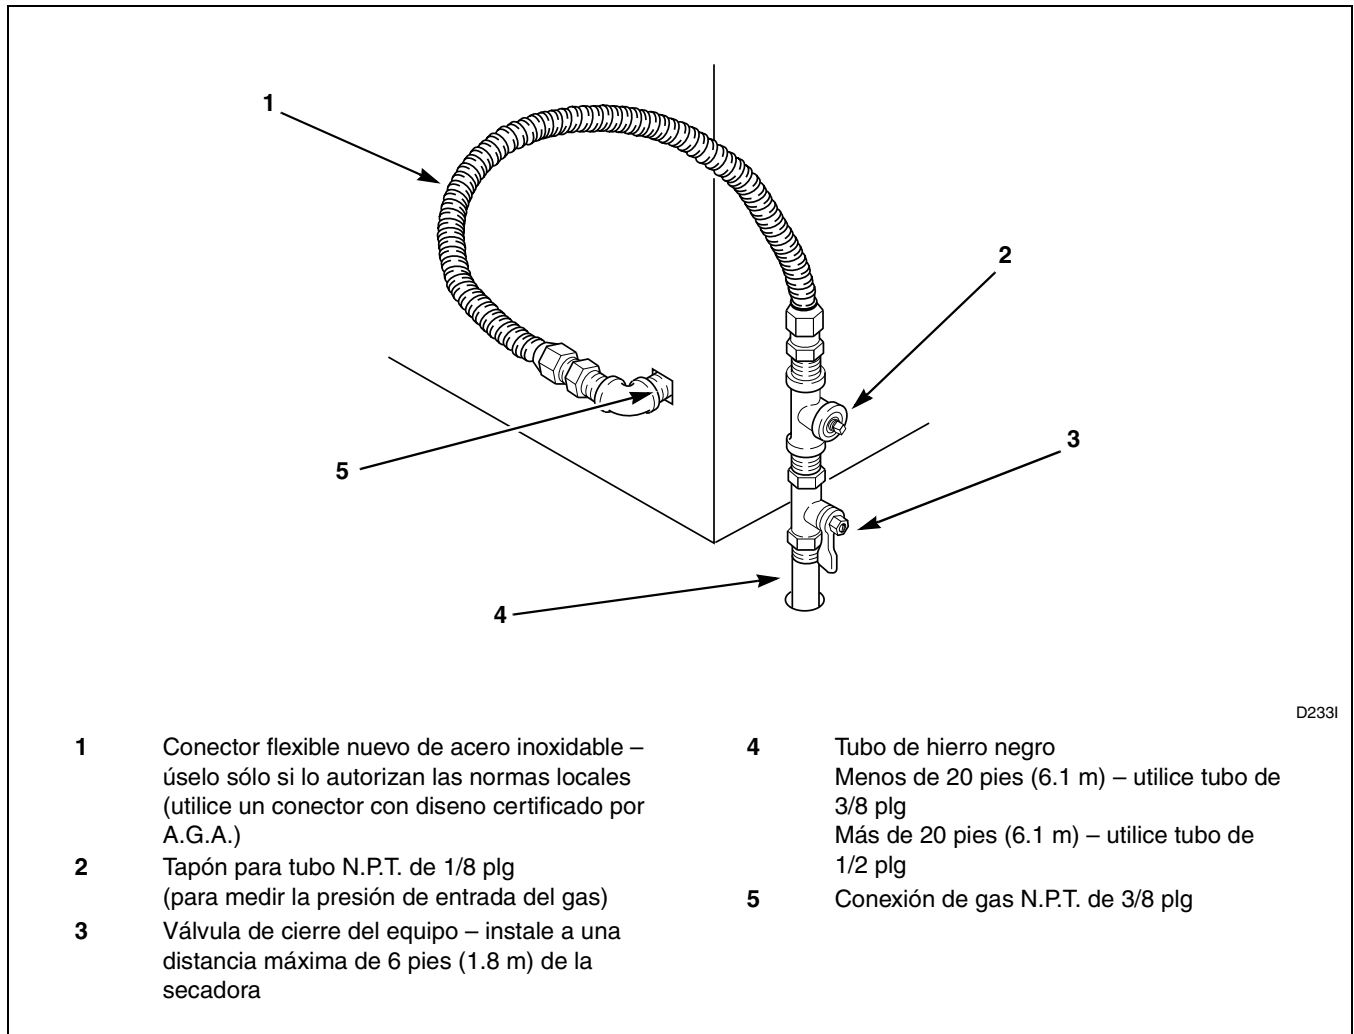

Figura 20
**NOTA:** Al conectar a una línea de gas, es necesario instalar una válvula de cierre al equipo a menos de 6 pies (1.8 m) de cada secadora. Es necesario instalar un tapón de tubería N.P.T. de 1/8 plg como se indica. Consulte la *Figura 20*.